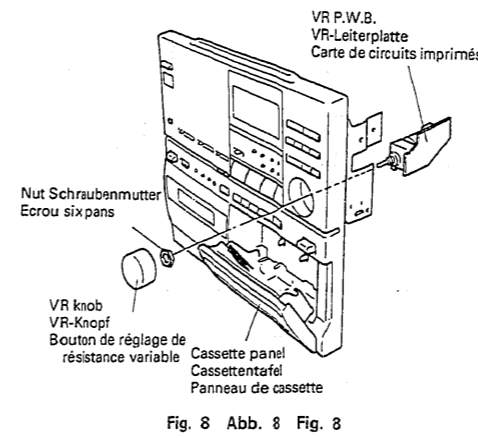

Fig. 8 Abb. 8 Fig. 8
14. Carte de circuits imprimés VR (Fig. 8)
16. Panneau de cassette (Fig. 8)